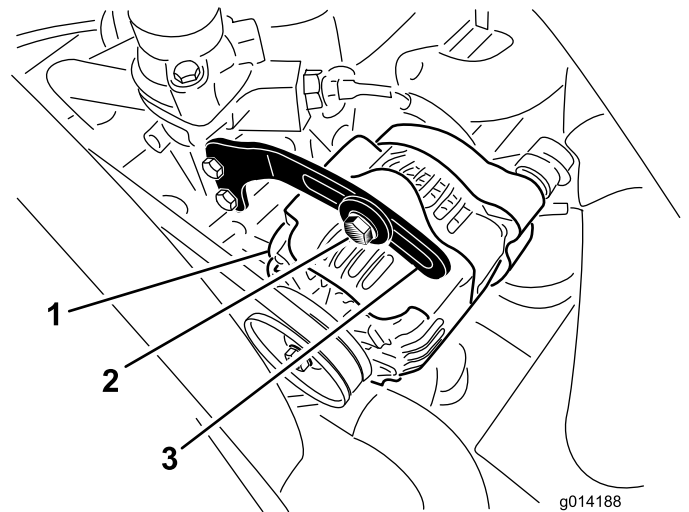

Рисунок 38
2. Проверьте натяжение ремня генератора, надавив на него (Рисунок 38) посередине между шкивами генератора и коленчатого вала с усилием 10 кг.
3. Ослабьте болт крепления скобы к генератору (Рисунок 38) и шарнирный болт генератора.